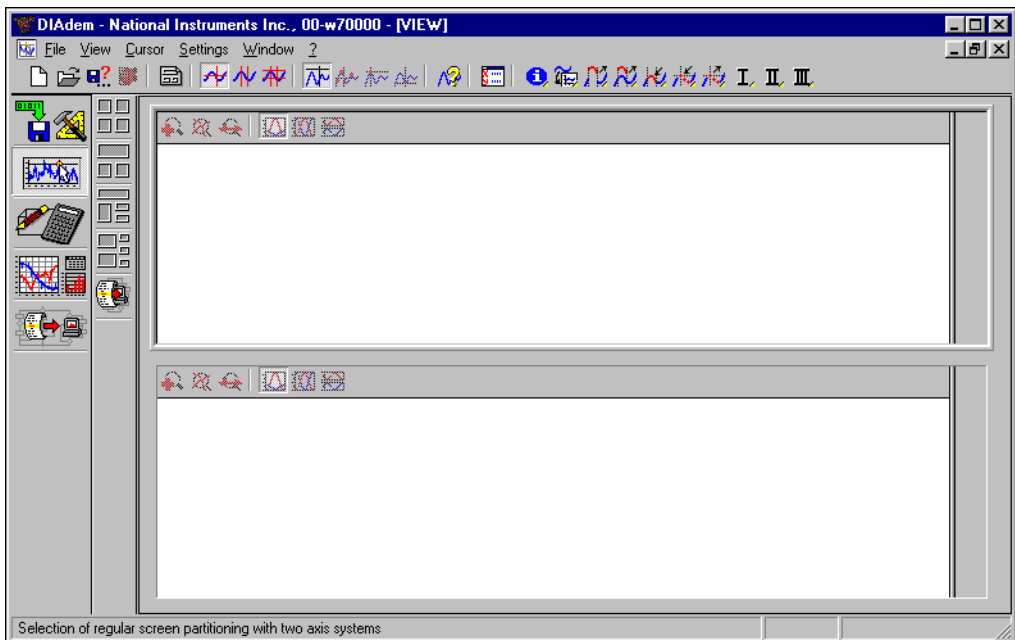

図 4-2 VIEW で画面分割形式から Two Axis System を選択した場合
3. 2つ目の **Two axis systems** (2つのグラフを表示する) アイコンを選択して、図 4-2 のように2つのウィンドウを開きます。